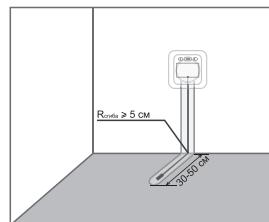

Рис. 2
3. Установите гофрированную трубку с датчиком температуры (Рис. 2).